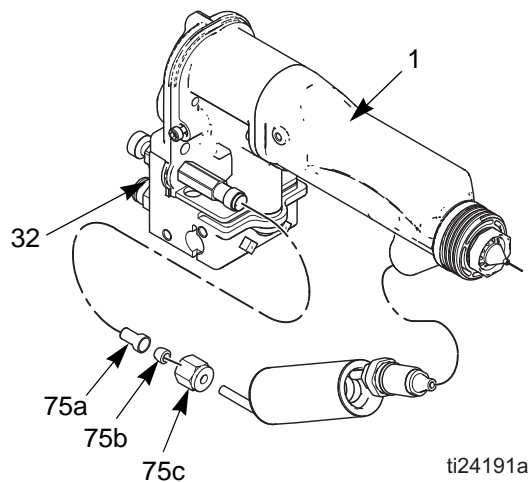

FIG. 10 Kit de conversion HC
1. Coupez l'arrivée d'air à la turbine (TA).
5. Enlevez la bague de fixation (24), le capuchon d'air (25) et le capotage (26).
6. Desserrez l'écrou (35) et retirez le tuyau de produit (39) et les viroles (33 et 34) du raccord de produit. Démontez les autres pièces (33, 34, 36, 37, 39) à l'entrée du canon.
7. Assurez-vous que les filetages du canon sont propres et secs. Appliquez de la graisse diélectrique Graco, référence 116553, sur les filetages du raccord de produit et sur les joints toriques. Vissez le raccord sur l'entrée du canon. Consultez la FIGURE 10.
8. Faites glisser l'écrou (75c), la virole (75b) et l'adaptateur de support (75a) sur le tuyau. Introduire l'extrémité du tuyau dans le raccord (32). Veillez à ce que les bagues soient bien en place sur le raccord. Serrez l'écrou (75c).